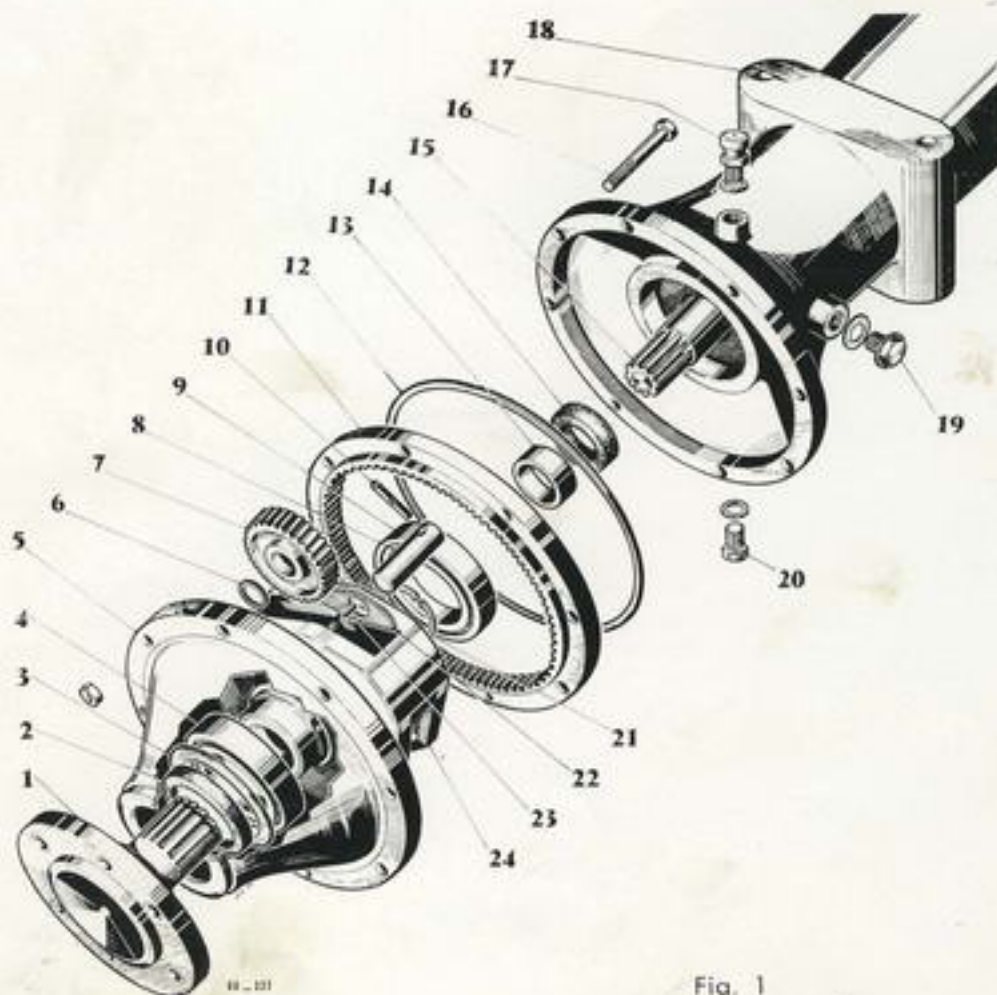
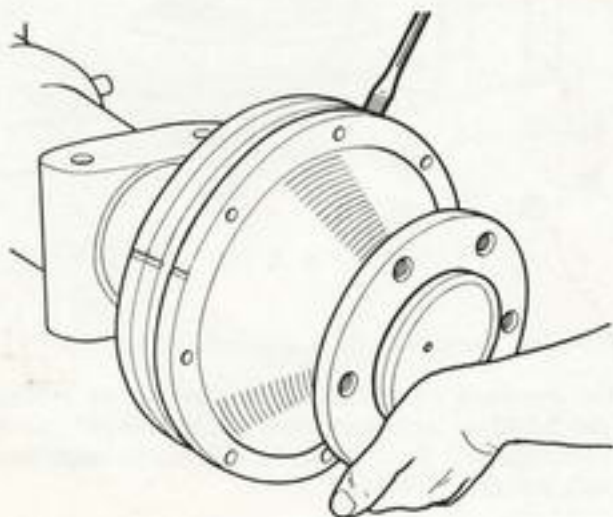
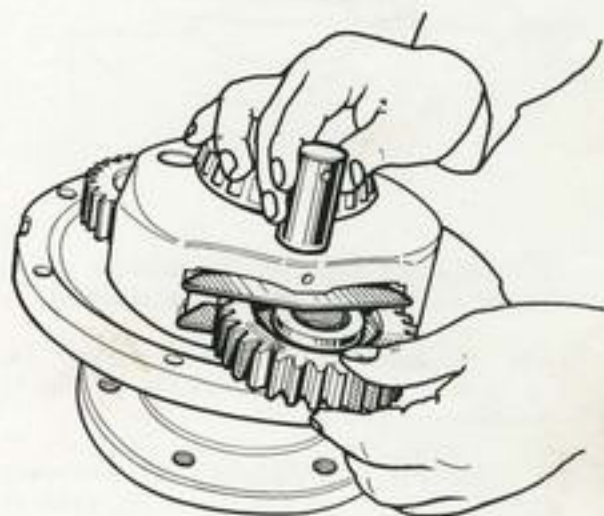

Fig. 1
Fig. 2
Fig. 3
- A l'aide d'un tournevis engagé dans les encoches prévues, décoller le couvercle de réducteur (fig. 2) avec la fusée et le porte satellites (24. Fig. 1).
- La couronne extérieure fixe (11. Fig. 1) peut alors être déposée aisément.
- Chasser vers l'intérieur les goupilles d'arrêt (10. Fig. 1) des axes de pignons satellites (8. Fig. 1).
- Repousser ces axes vers l'extérieur (montage libre) et sortir les pignons. Recueillir les aiguilles (Fig. 3) (2 rangées de 28 et une bague de séparation par pignon) et les plaquettes de friction (22. Fig. 1).
- Extraire de son logement le circlips (21. Fig. 1) de retenue de fusée (1. Fig. 1).
En aucun cas la fusée (1. Fig. 1) ne doit être chassée au choc ou à la presse sous peine de détériorer le roulement Timken de fusée.
L'état du roulement Timken extérieur (4. Fig. 1) et de la bague d'étanchéité (2. Fig. 1) de fusée peut être vérifié.
Le réglage de la précharge des roulements du réducteur est déterminé par des cales de 0,05 et 0,13 disposées entre la cuvette du roulement intérieur (9. Fig. 1) et la trompette. (Sur les premiers tracteurs ces cales peuvent être placées dans le couvercle du réducteur, près du roulement extérieur) (4. Fig. 1). Ce réglage est effectué, en première monte, en calibrant le porte-satellites (cales de réglage et roulements compris) à 147,19-147,14. La précharge ainsi obtenue donne un serrage de 0,05 à 0,25.
En cours d'utilisation et dans le but d'éviter le démontage du porte-satellites et de la fusée, si un jeu axial est constaté au comparateur avant le démontage, il peut être corrigé en ajoutant les cales nécessaires entre la cuvette de roulement (9. Fig. 1) et la trompette de façon à obtenir la précharge initiale.
- Remettre en place le circlips de sécurité (21. Fig. 1).
Ne pas omettre la rondelle entretoise (6. Fig. 1) entre chaque chemin d'aiguilles et les plaquettes de friction (22. Fig. 1).
Nota : Une bague (13. Fig. 1) est emmanchée dans l'alésage du porte-satellites et a pour but le centrage de l'axe d'essieu.
- L'échange de la bague d'étanchéité (14. Fig. 1) côté trompette ne présente pas de difficultés.